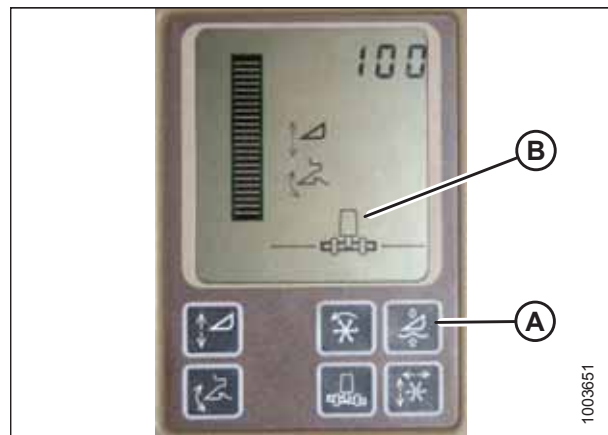

Figure 4.150: Affichage des moissonneuses-batteuses John Deere
N'utilisez **PAS** la fonction de flottement de plateforme active (A) en combinaison avec le système CHAP ; les deux systèmes vont se neutraliser l'un l'autre. Le symbole de la plateforme (B) sur l'écran ne doit **PAS** être souligné d'une ligne ondulée et doit apparaître exactement comme indiqué dans l'affichage de la commande de la plateforme active à la figure 4.150, page 192.